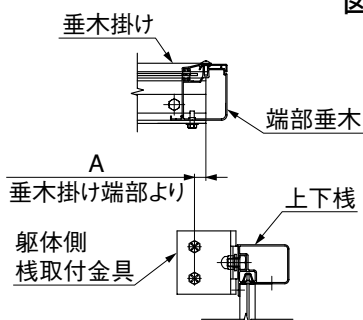

図3-5 躯体側納まり
③ 棧取付金具の取付位置寸法Aを測ってください。(図3-5参照)